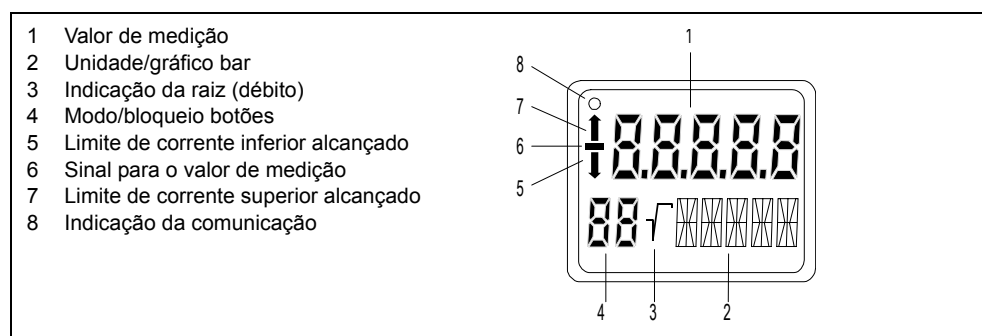

Figura 12 Estrutura mostrador digital
Um display de padrão encaixado serve para indicar, localmente, o valor de medição (1, Figura 12) com a unidade (2), o sinal (6), o estado (5, 7) e o modo (4). Na versão do aparelho “Pressão diferencial e débito” é utilizado a indicação da raiz (3). Uma comunicação activa, p. ex. com o HART-Communicator, é indicada através da indicação de comunicação (8) a piscar.